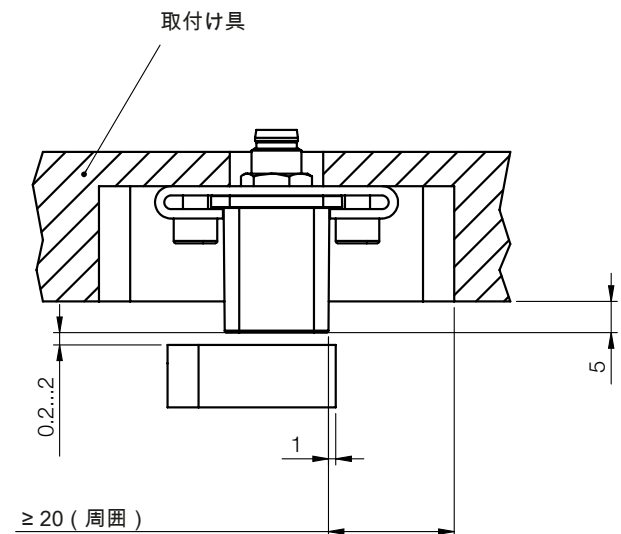

図 4-3: 取付け寸法
- 取付け素材が測定信号に及ぼす影響を最小限にするため、BIP の検出面の周囲に約 20 mm のメタルフリーの空間が保たれていなければなりません (図 4-3 を参照) 。